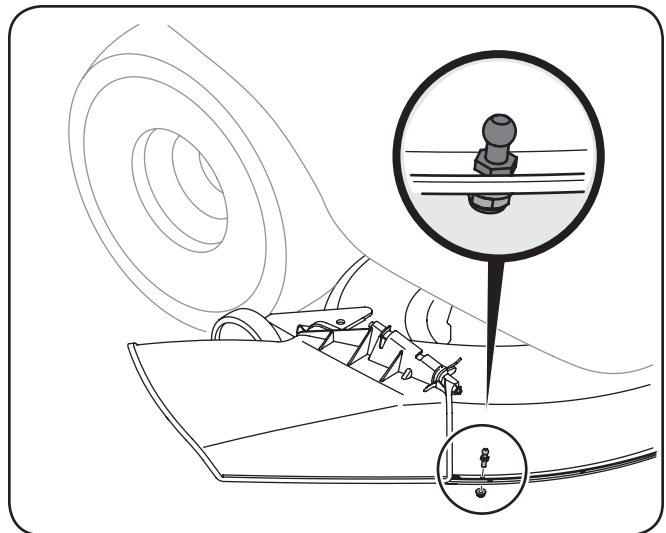

Figure 4-21
- Installez la queue à rotule provenant de votre jeu de montage dans le trou à l'avant de la plate-forme de la tondeuse, comme illustré à la figure 4-21, et fixez-la avec le contre-écrou d'épaulement fourni.